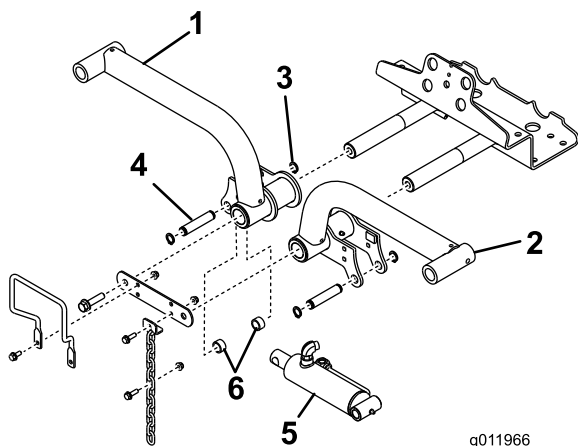

Figura 15
- Introduzca los brazos de elevación en los ejes pivotantes de los brazos de elevación (Figura 15), y sujete cada uno con una pletina de unión y los pernos que retiró anteriormente.
- Sujete el extremo derecho del cilindro de elevación al brazo de elevación derecho con un pasador y 2 espaciadores (Figura 15). Sujételo con un anillo de retención.